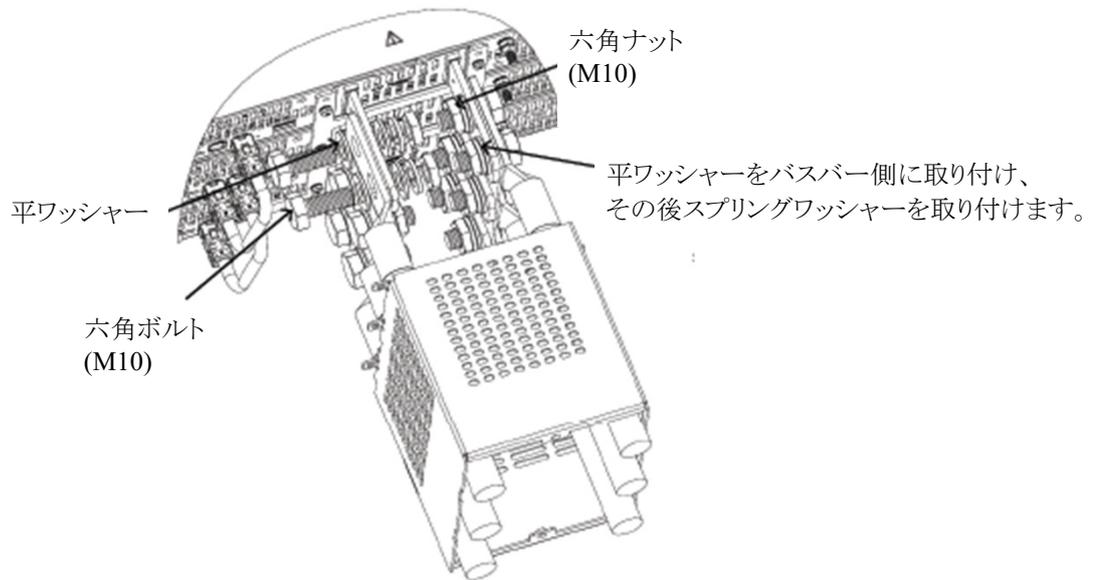

図4-39 負荷線の接続方法
3. 図4-39に示すように負荷線をバスバーに固定します。
(図4-39はGSP15kWの場合ですが、GSP10kWも同様です。)